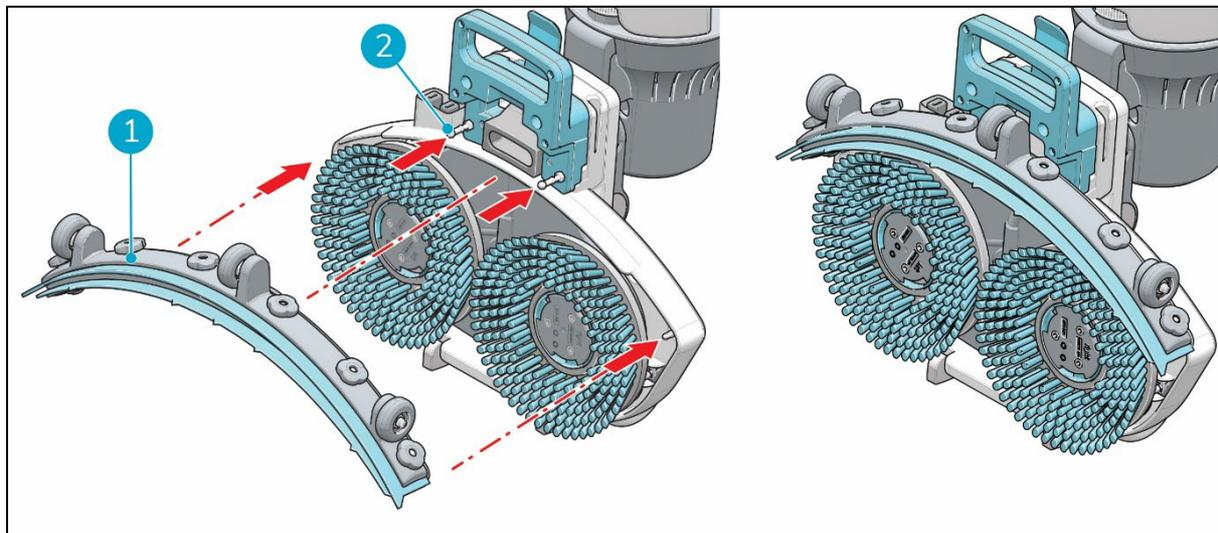

Figura 10
2. Alinhar os pinos da plataforma de lavagem (Figura 10, pos 2) com os orifícios do rodo (Figura 10, pos 1).